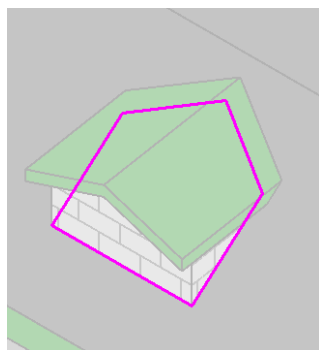

图 12-55 老虎窗边界
(5) 取消“拾取屋顶 / 墙边缘”按钮的选择，然后选择边界调整边界线的长度，使其成闭合区域，如图 12-55 所示。